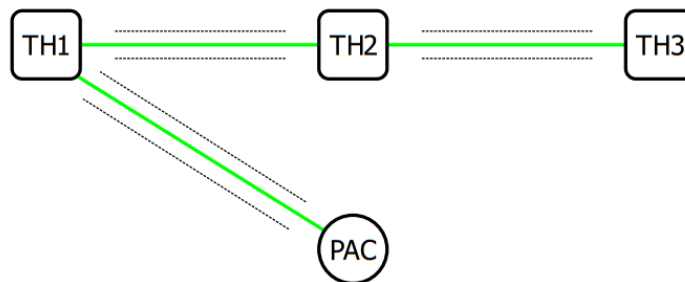
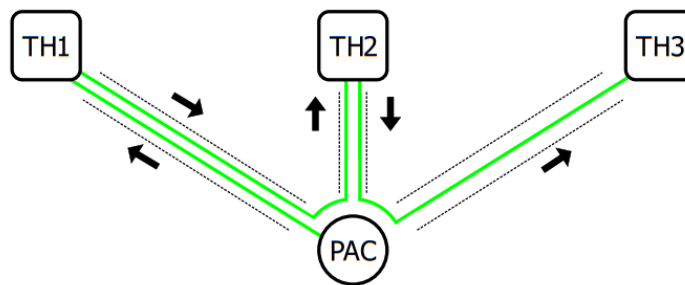

Figure 1
Figure 3
Dans la plupart des constructions, des gaines électriques sont prévues de la PAC à chaque thermostat mais pas entre les différents thermostats (voir figure 1). Pour parer à cela il suffit de câbler des aller-retours entre les e-Th (Th-Tune) et la PAC (voir figure 3).
- Bus 3 fils : 3 x 0,25 mm2 - 0,75 mm2 (6x si aller-retour, voir figure 3)